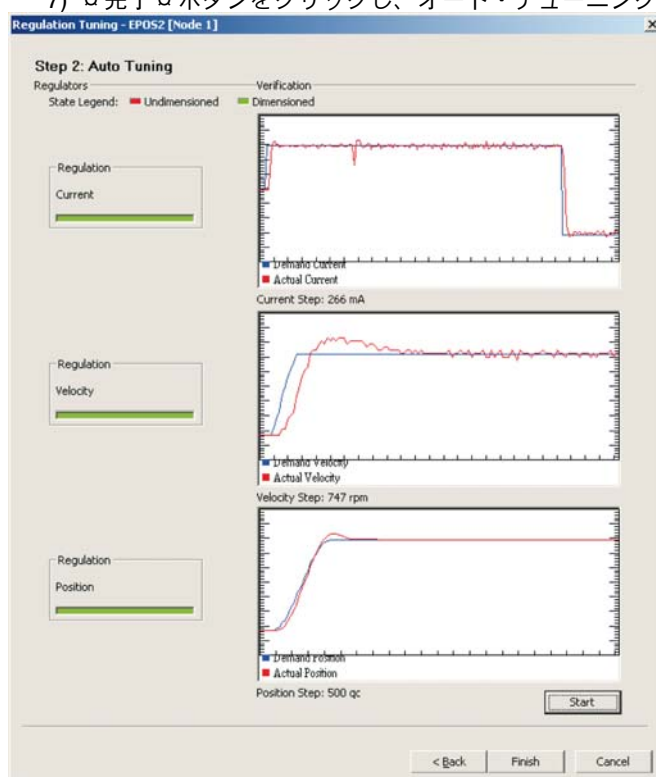

図 3-32 オート・チューニングの終了
- 電流 (current), 回転数 (velocity), 位置制御 (position) の各ゲイン調整が順番に実行されます。正しい制御ゲインが見つかったと、3つ全てのステータス・バー緑色に変わりオート・チューニングは終了します。(→ 図 3-32)